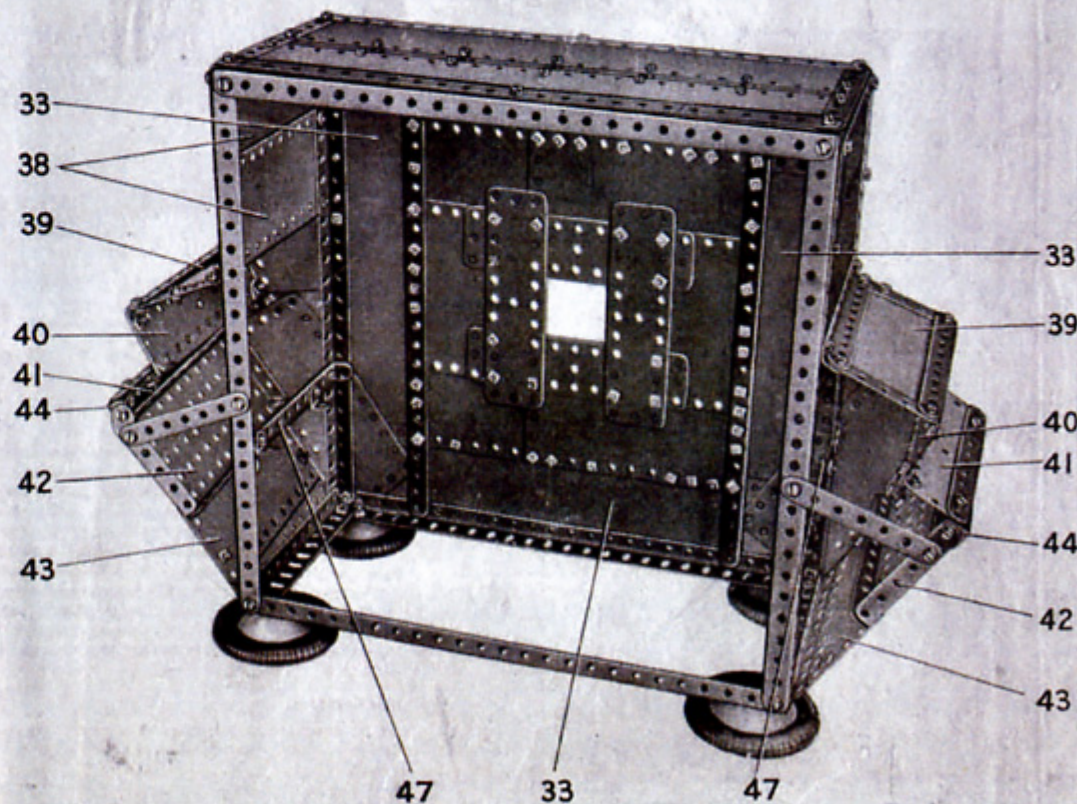

Fig. 9.12b
Le boîtier est construit sur un châssis fait de cornières de 25 et de 11 trous disposées comme le montre la Fig. 9.12b. Le dessus est recouvert par une plaque-bande de 25 trous sur chacun des côtés, et par six plaques flexibles de 6x4 cm., au centre. Les bords de la partie avant sont constitués par quatre plaques-bandes de 25 trous (33) et le centre est garni de six plaques flexibles de 14x6 cm., et quatre de 14x4 cm., disposées comme le montre la vue générale du modèle. Les chiffres sont constitués par des bandes de 5 et de 6 trous. Le cadran est bordé de bandes de 25 trous et d'autres bandes constituées par deux bandes de 11 trous qui se recouvrent sur 5 trous.